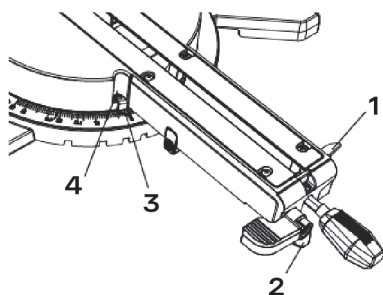

рис. 18
1. Поднять рычаг блокировки кулачка (1) для разблокировки стола (рис. 18).
2. Переместить поворотный стол, подняв блокирующий рычаг (2) для установки указателя (3) на нужное значение поворотного угла.
3. Заблокировать стол в этом положении, опустив рычаг блокировки кулачка (1).
2. При помощи крестовой отвертки ослабить винт (4), удерживающий указатель (рис. 18).
3. Выставить указатель (3) на отметку 0° и затянуть винт (4).